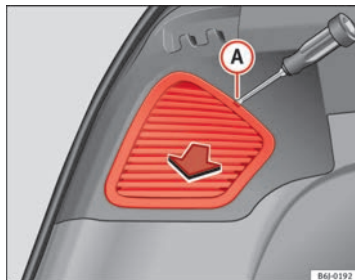

Abb. 169 Seitenleuchten
- Nehmen Sie die Abdeckung mit Hilfe eines Schlitzschraubenziehers ab. Schieben Sie diesen in die Aussparung **A** ⇒ Abb. 169. ■